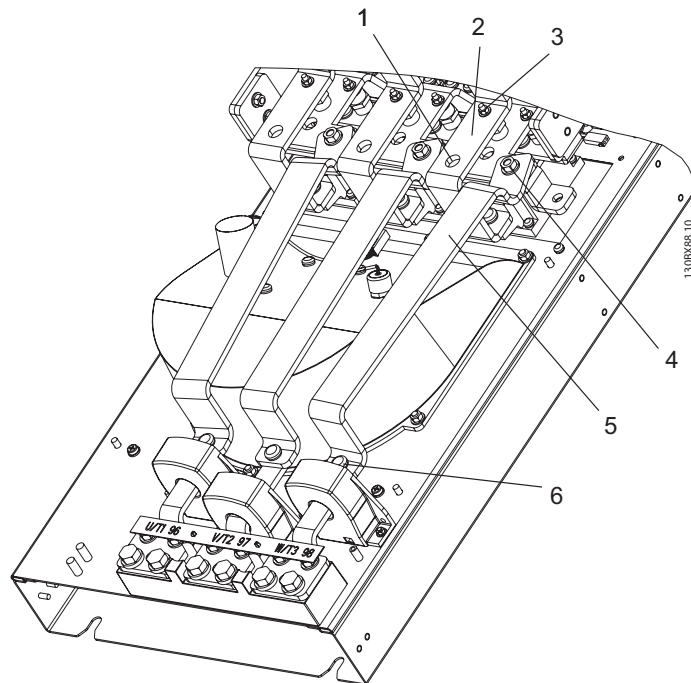

图 7.20: 风扇单元 (2 个中的第 1 个)
2. 拆除 3 个 IGBT 输出母线（请参阅图 7-20），为此请拆下所有 IGBT 输出母线两端的 6 个锁紧螺母（8 mm）。拆下母线。